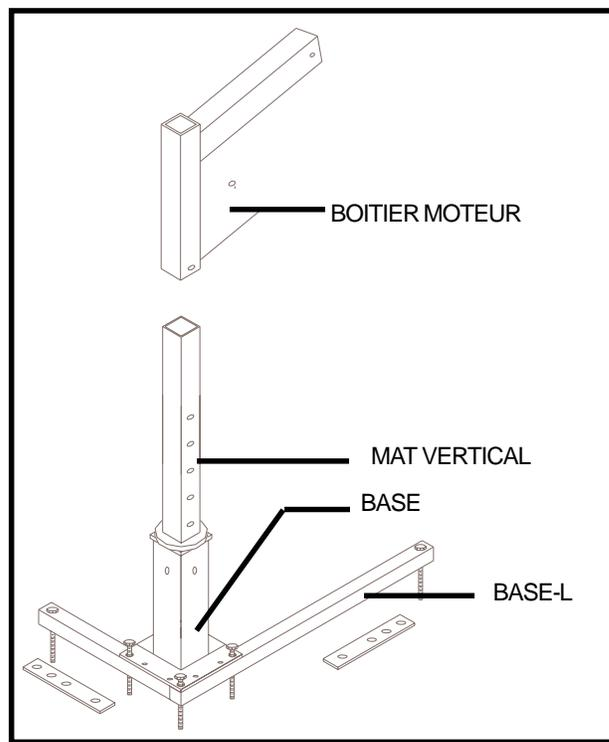

FIGURE 5.
6. Installez un boulon, une rondelle, un écrou et la plaque de renfort dans les trous restants. **Voir la figure 5.**